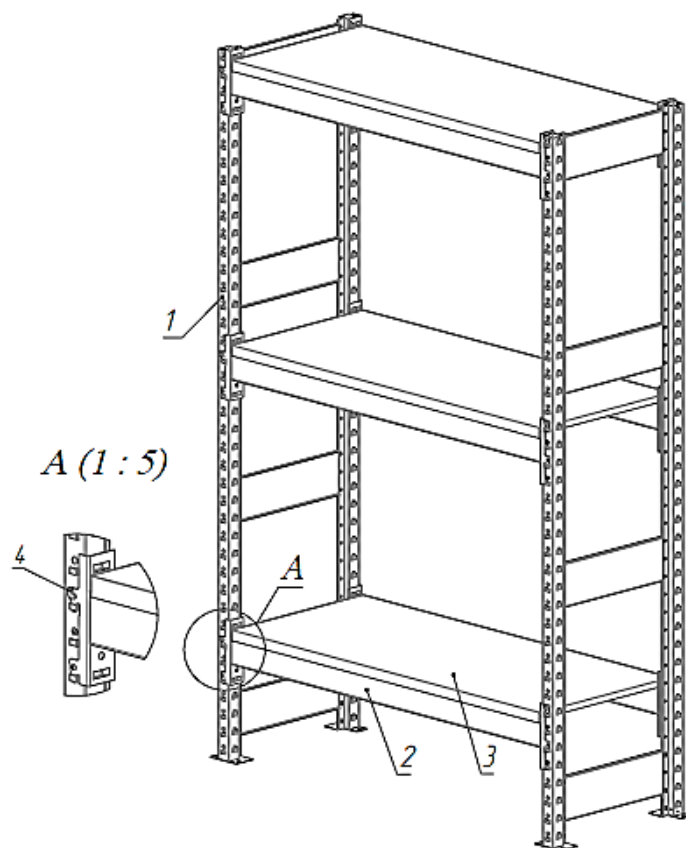

Рис. 1 – Схема сборки секции стеллажа САМус
Сборка стеллажа производится в соответствии со схемой сборки (рис. 1).
- 3.3. Поставьте вертикально две рамы и установите на зацепы 2-е нижних и последующие пары балок снизу вверх на необходимой высоте (рис. 1). Зацепы на балках должны быть плотно вставлены в зацепы на стойках до упора. В процессе сборки использовать только резиновый молоток(киянку). При установке балок, придерживайте рамы от их падения. Максимально допустимое расстояние между ярусами 1200 мм. Максимально допустимое расстояние от нижнего яруса до пола 400 мм. Минимально допустимое количество ярусов в каждой секции-3. Оба зацепа каждой установленной балки необходимо зафиксировать от случайного съема. Для этого в отв. Ø7,5 мм каждого зацепа установить по одному фиксатору.